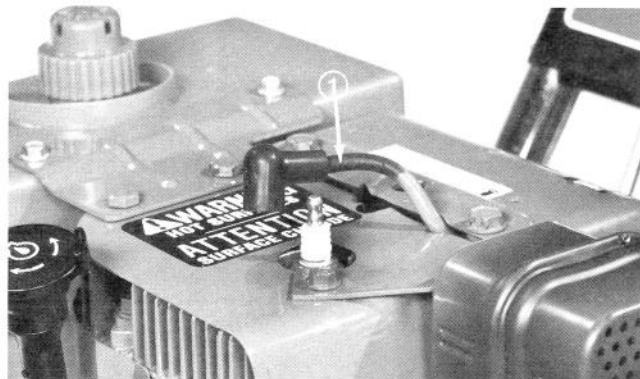

Figure 24
Pour éviter la mise en marche accidentelle du moteur pendant les travaux d'entretien, mettez la clé d'allumage en position d'arrêt et retirez-la du contact. Enlevez ensuite le fil de haute tension de la bougie (Fig. 24) et assurez-vous que le fil ne puisse accidentellement toucher la bougie.
1. Débranchez le câble à haute tension (Fig. 24) de la bougie et assurez-vous qu'il ne puisse toucher accidentellement la bougie.